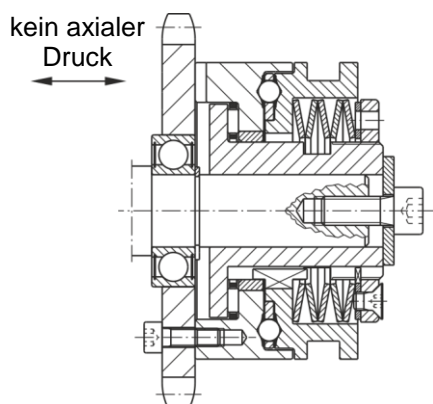

Bild 4
- ❑ Kupplung axial spielfrei montieren, z. B. mit Pressdeckel, Bild 4 (wegen Genauigkeit des Endschalers).
- ❑ Keinen axialen Druck auf die Kupplung ausüben, z. B. durch versetzten Kettenzug oder axiale Verspannung bei der Montage des Antriebselements, Bild 4.